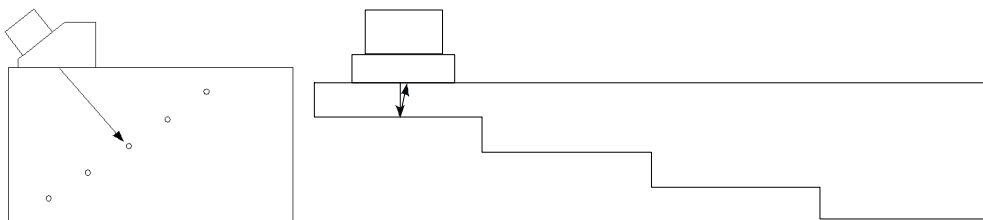

Рис. 5-18 Калибровочные образцы для калибровки кривой DAC
1. Установите преобразователь на калибровочный образец, как показано на Рис. 5-18 на стр. 143.